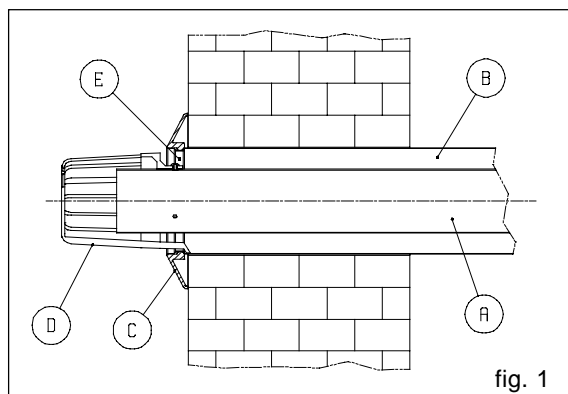

fig. 1
- Preparare i tubi tagliandoli alla lunghezza appropriata al tipo di installazione, quindi introdurre il tubo fumi nel tubo aria fino a raggiungere il fermo **E** (fig. 1) posto all'estremità della guaina. Se l'operazione è eseguita correttamente, la sporgenza del tubo fumi \varnothing 60 rispetto al tubo aria \varnothing 100, risulterà di 7,5 mm.